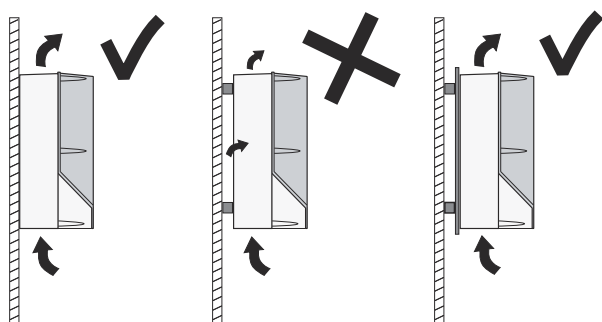

Fig. 2 Armoire du CUE fixée directement au mur ou montée sur une plaque arrière
- Fixer l'armoire du CUE directement au mur ou bien avec une plaque arrière. Voir fig. 2.